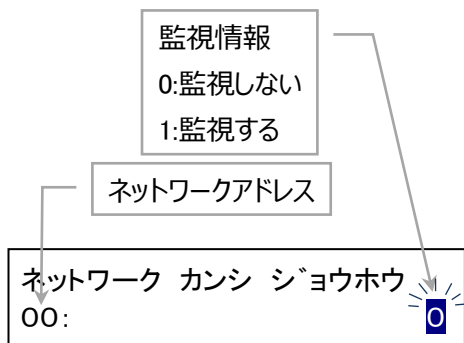

図 9-33 ネットワーク接続監視機器表示画
- ・メニュースイッチを押すと、ネットワークアドレス#00 の監視情報が表示されます。（図 9-33）